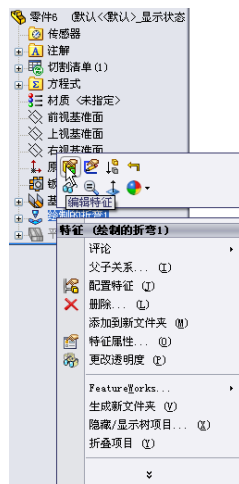
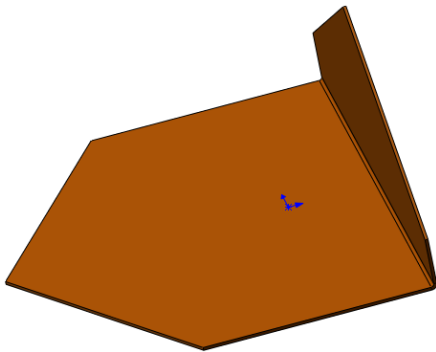

图 10-83 显示草图
图 10-84 生成绘制的折弯
(3) 右击 FeatureMannger 设计树中绘制的折弯 1 特征的草图，选择（显示）按钮，如图 10-83 所示，绘制的直线将可以显示出来，直观观察到以（折弯中心线）选项生成的折弯特征的效果，如图 10-84 所示。其他选项生成折弯特征效果可以参考前文中的讲解。